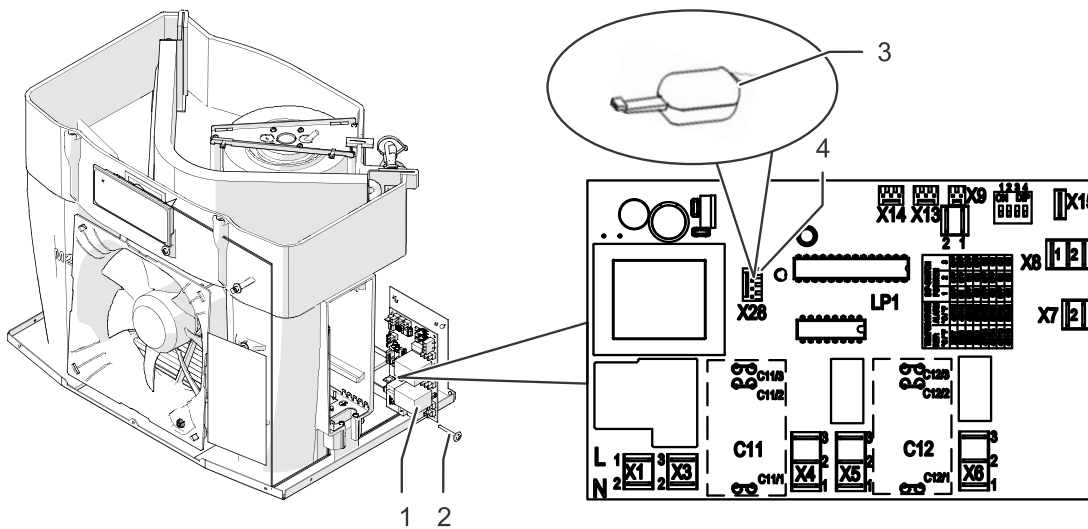

Fig. 26: Interfaz de servicio
- La conexión para el adaptador USB (Fig. 26, pos. 3) en la interfaz está marcada en el esquema de conexiones con la denominación del material de servicio X28 (Fig. 26, pos. 4).
2. Retire el tornillo de plástico (Fig. 26, pos. 2).
3. Extraiga la placa de circuito impreso del controlador (Fig. 26, pos. 1).
4. Conecte el adaptador USB (Fig. 26, pos. 3) en la interfaz de servicio X28 (Fig. 26, pos. 4).